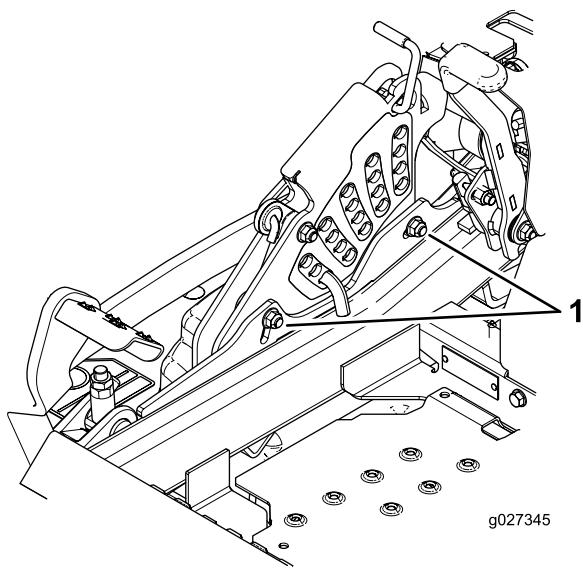

Figure 115
11. Pour régler le système monopoint, desserrez les 2 boulons au bas de la plaque de hauteur de coupe (Figure 115).
13. Serrez les 2 boulons au bas de la plaque de hauteur de coupe (Figure 115).